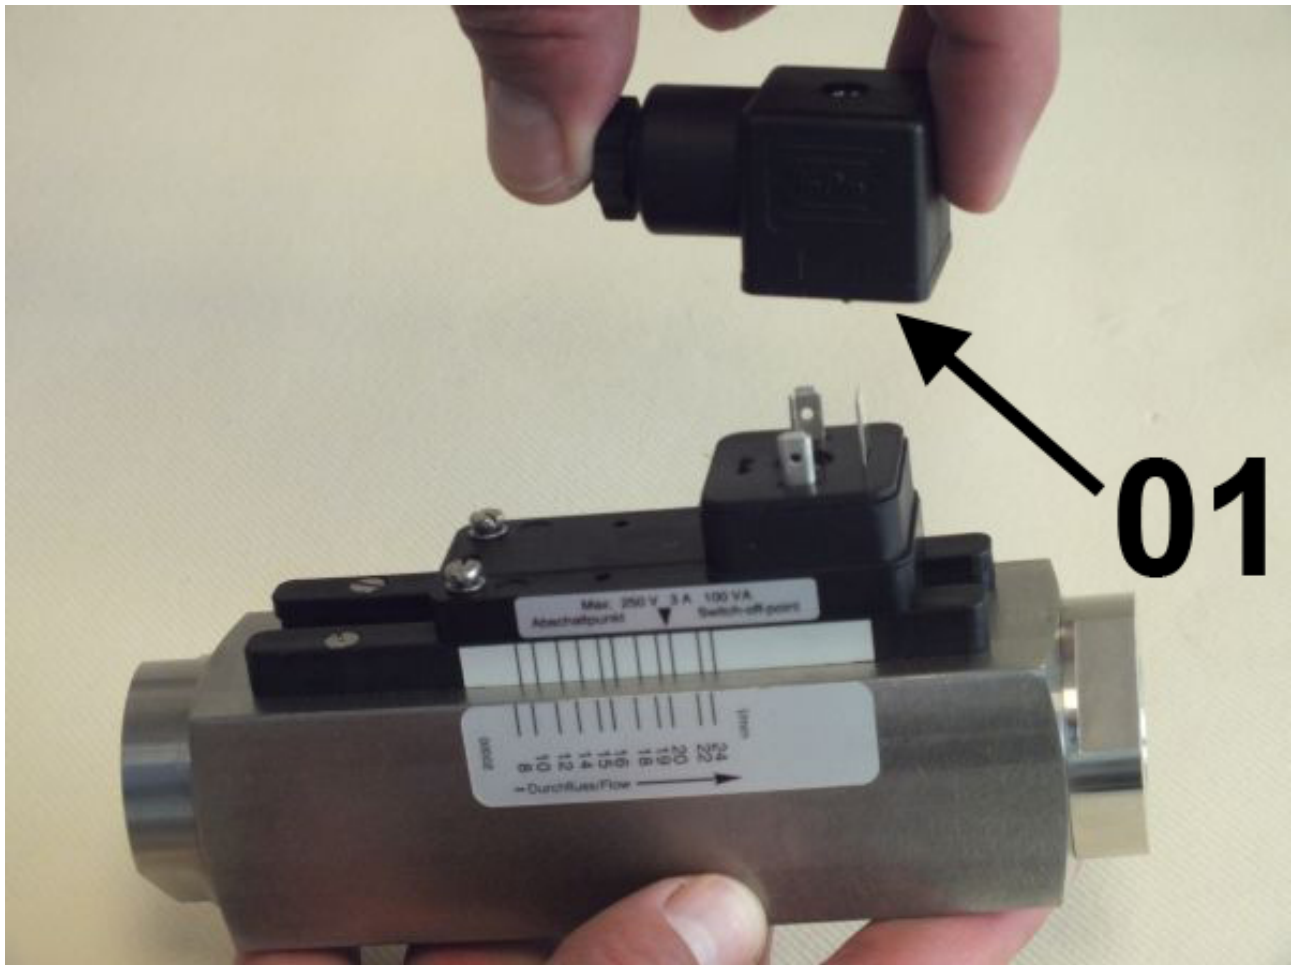

Abb. 28: Steckerdose abziehen
2. ➤ Ziehen Sie die Steckerdose (Abb. 28/01) ab